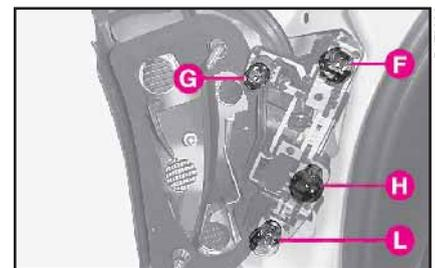

fig. 51
4) Enlever la lampe en appuyant dessus légèrement et en la tournant dans le sens contraire à celui des aiguilles d'une montre et la remplacer (fig. 51).